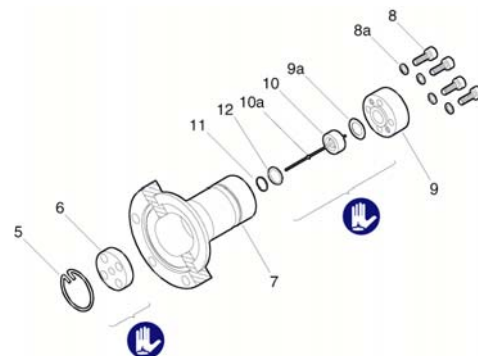

図 3c
- a) センタリング用リング(12)の付いた新しい金属シール(11)を測定チャンバ(7)の中心に挿入します。シール面、シール、セラミック部が清浄でなければなりません（→図 3c）。